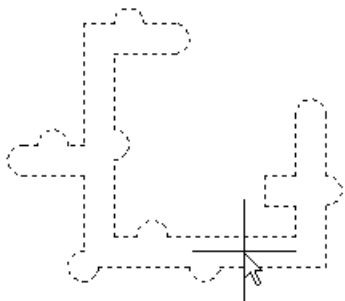

图 2-66 在封闭区域内单击以选中封闭边界
3) 在“边界”面板中单击“拾取点”按钮,接着将鼠标光标置于绘图区,在图形的封闭区域内任意一点单击,如图 2-66 所示。